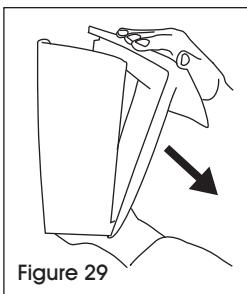

Figure 29
2. Ouvrir le couvercle du compartiment des piles, en haut à droite. (Voir Figure 29)